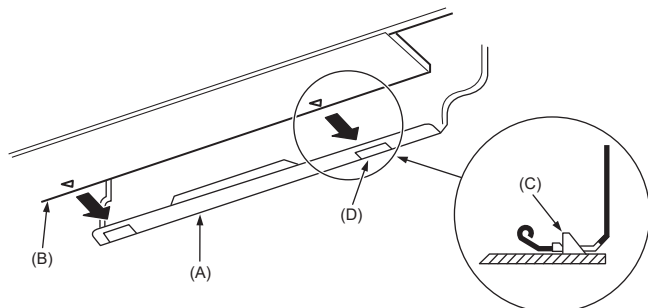

Fig. 3-15
3. Enquanto introduz a tubagem do refrigerante e a mangueira de drenagem no furo da parede (bucha), pendure a parte superior da unidade interior na placa de montagem (1).
5. Fixe empurrando a parte inferior da unidade interior para dentro da placa de montagem (1). (Fig. 3-15)
* Verifique se os botões da parte inferior da unidade interior estão bem presos à placa de montagem (1).